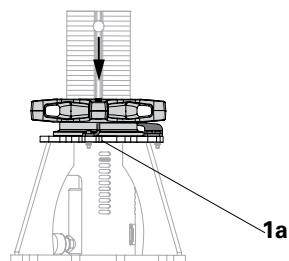

Fig. 11
4. Abbassare manualmente la ghiera (4) ruotandola il basso in senso orario, fino a quando non combaccia con la piastra (1a). (Fig. 11)